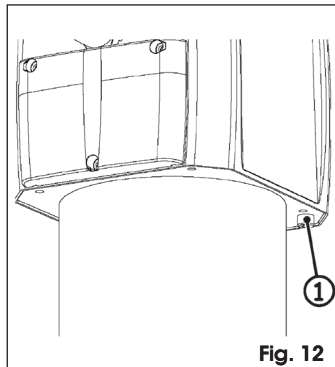

Fig. 12
10. Bloquer les deux vis postérieures, Fig. 12 réf. ①.